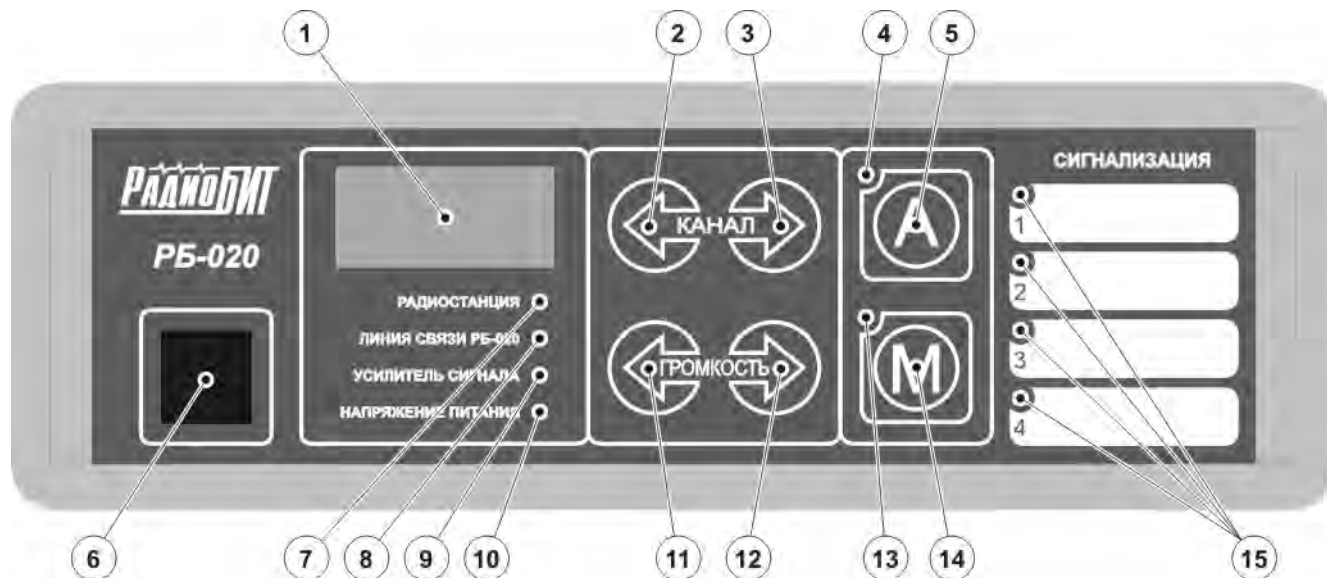

Рисунок 1. Передняя панель Пульта Оператора
В режиме «приём» Система находится когда кнопка РТТ на тангенте или выносном микрофоне не нажата. Индикатор 7 (Рисунок 1) светится зелёным цветом; в случае, когда уровень высокочастотной «несущей» в канале превышает порог шумоподавителя ретранслятора — жёлтым.
М: Индикатор 7 (Рисунок 1) мигает красным цветом — один из параллельных Пультов Оператора находится в режиме «передача».
Для изменения уровня громкости аудио сигнала используйте кнопки 11 и 12 (Рисунок 1). Нажмите кнопку 11 для уменьшения уровня громкости или кнопку 12 для увеличения. Текущий уровень громкости отображается на многофункциональном дисплее в течение двух секунд после последнего нажатия на кнопку и сохраняется в энергонезависимой памяти. Если значение уровня громкости было установлено меньше 03, то после включения источника питания Пульта Оператора значение уровня громкости автоматически устанавливается равным 03.
Для переключения частотного канала используйте кнопки 2 и 3 (Рисунок 1). Нажмите кнопку 2 для переключения на предыдущий канал или кнопку 3 для переключения на следующий. Номер текущего частотного канала отображается на многофункциональном дисплее. Нахождение на канале экстренной (аварийной) связи отмечается на индикаторе 4 (Рисунок 1) — светится красным светом.
В режиме «приём» нажмите кнопку 5 (Рисунок 1) для переключения на канал экстренной (аварийной) связи. Нахождение на канале экстренной (аварийной) связи отмечается на индикаторе 4 (Рисунок 1) — светится красным светом. Возврат на рабочий канал осуществляется повторным нажатием кнопки 5 (Рисунок 1) или Вы можете использовать кнопки переключения канала 2 и 3 (Рисунок 1).
В режиме «приём» нажмите кнопку 14 (Рисунок 1) — состояние изменится на противоположное. Включение функции «Монитор» отмечается на индикаторе 13 (Рисунок 1) — светится жёлтым светом.
В режиме «передача» Система находится когда кнопка РТТ на тангенте или выносном микрофоне нажата. Индикатор 7 (Рисунок 1) светится красным цветом.
М: Индикатор 7 (Рисунок 1) мигает красным цветом — один из параллельных Пультов Оператора находится в режиме «передача», Ваш Пульт Оператора, не смотря на то, что кнопка РТТ на тангенте или выносном микрофоне может быть нажата, находится в режиме «приём».
Выключите блок питания Пульта Оператора. Подключите Контроллер Радиостанции к ретранслятору согласно руководству пользователя. Соедините Пульт Оператора и Контроллер Радиостанции, соединение может быть осуществлено посредством соединительного кабеля, входящего в комплект. Включите питание ретранслятора. Нажмите и удерживайте две кнопки на Пульте Оператора — 2 и 5 (Рисунок 1). Включите блок питания Пульта Оператора. После двухтонального звукового сигнала отпустите обе кнопки.
- 2 и 3 (Рисунок 1) для изменения номера параметра программирования;
- 5 (Рисунок 1) для изменения режима индикации — номер параметра/значение параметра;
- 11 и 12 (Рисунок 1) для изменения уровня громкости в режиме индикации номера параметра и для изменения значения параметра в режиме индикации значения параметра;
- 14 (Рисунок 1) для записи нового значения выбранного параметра в энергонезависимую память устройства.
Режим индикации значения параметра отмечается на индикаторе 4 (Рисунок 1) — светится зелёным светом.
Свечение индикатора 13 (Рисунок 1) красным светом означает, что значение выбранного параметра изменено, но не сохранено.
Изменения значения выбранного параметра, не подтверждённые нажатием кнопки 14 (Рисунок 1), в энергонезависимую память не заносятся и утрачиваются при выборе другого параметра или выключении питания.
В режиме «программирование» на индикаторах 15 (Рисунок 1) Пульта Оператора отображается текущее состояние охранных шлейфов без фиксации событий «неисправность» и «тревога». Звуковой сигнал отсутствует.
В режимах «приём» и «передача» осуществляется фиксация изменения состояния охранных шлейфов. События «неисправность» и «тревога» для привлечения внимания оператора сопровождаются звуковым сигналом «сирена», который продолжается до реакции оператора — нажатие на любую кнопку передней панели Пульта Оператора. Изменившееся состояние охранного шлейфа отмечается «миганием» соответствующего индикатора группы 15 (Рисунок 1).